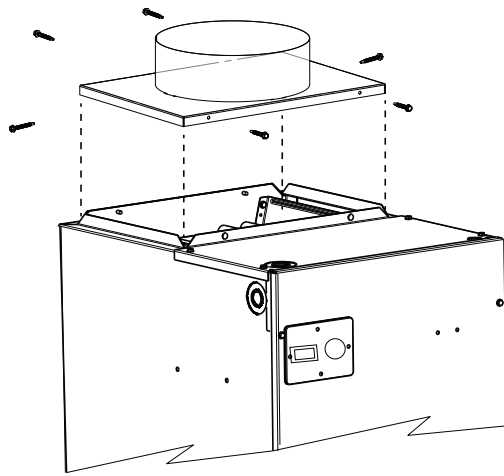

Fig. 3 – Installation type de la transition du conduit
6. Utilisez les vis fournies pour fixer la plaque de transition du conduit rond ou ovale au sommet de l'appareil (Fig. 3). **REMARQUE :** La plaque de transition **doit** être installée même si l'appareil est utilisé comme épurateur d'air. Un diffuseur d'air en option (KFADG0101SML/LRG) est également disponible pour l'utilisation de l'épurateur d'air.